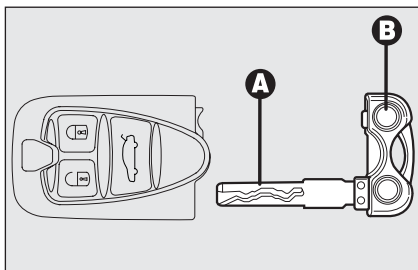

fig. 6
Nella chiave elettronica **fig. 6** è inoltre presente un inserto metallico **A**, estraibile premendo il pulsante **B**.
**Non lasciare la chiave elettronica incustodita per evitare che qualcuno, specialmente i bambini, possa maneggiarla e premere inavvertitamente il pulsante B-fig. 6.**